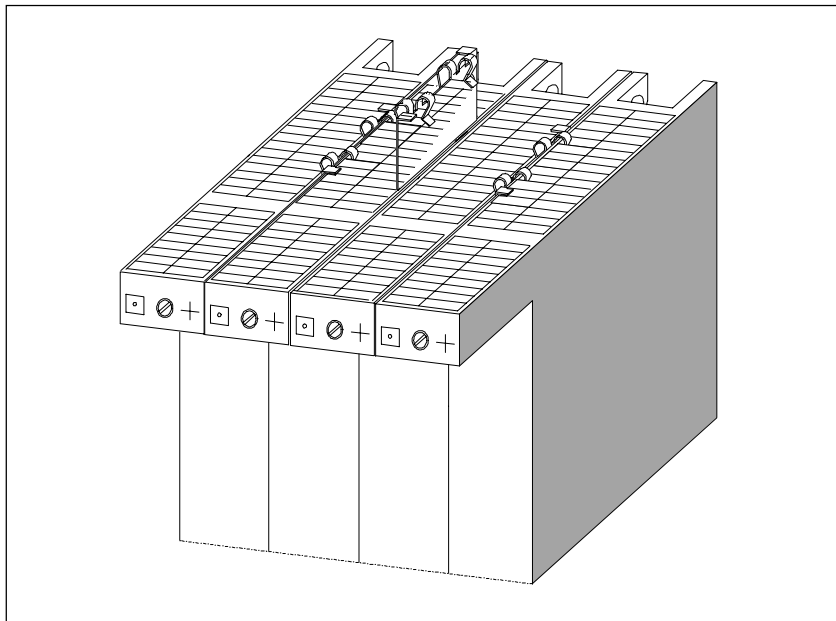

Рис. 10-26. Снятие соединительных зажимов с заменяемого модуля
10. Снимите сверху и снизу соединительные зажимы с модулей, подлежащих замене (как показано на рис. 10-26).